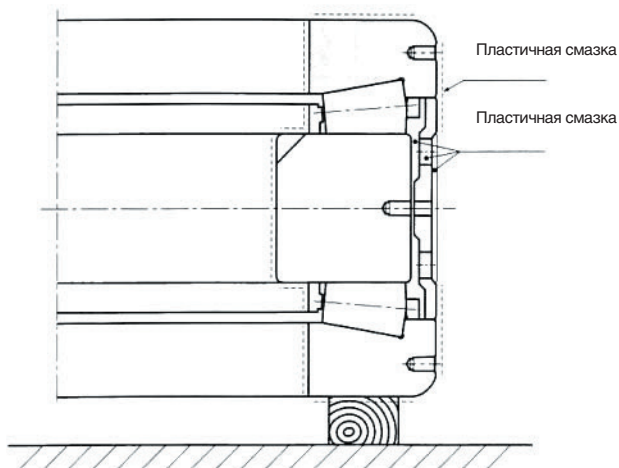

Рис. 3.42
- (6) Нанесите толстый слой пластичной смазки на периферию бурта наружного кольца (имеющего метку В) с его внутренней стороны. Тонким слоем нанесите пластичную смазку на другие поверхности. Аккуратно установите наружное кольцо на ролики. (**Рис. 3.42**) Аккуратно проведите центровку. Через отверстие для подвода пластичной смазки в проставке наружного кольца закачайте требуемое количество пластичной смазки в подшипник. Заложите требуемое количество пластичной смазки в отверстие и канавку для подвода смазки в наружном кольце. Тонким слоем нанесите пластичную смазку на наружную поверхность. При помощи приспособления, показанного на **рис. 2.1.6**, соберите подшипник в распорку.